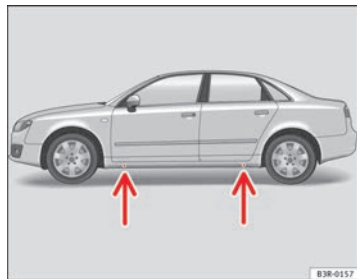

Fig. 180 Cambio de rueda: Puntos de apoyo del gato
- Busque en el larguero inferior el **punto de alojamiento** más cercano a la rueda pinchada ⇒ fig. 180 -flechas-.
En el larguero inferior van marcados los lugares en los que se puede apoyar el gato ⇒ fig. 180 -flechas-. Se ha previsto *un* lugar para cada rueda. El gato no debe colocarse en otros lugares.